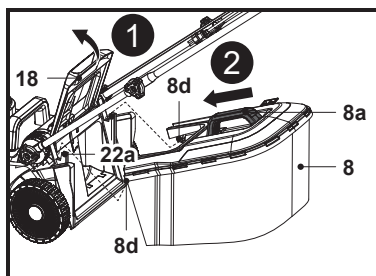

Fig. 7
4. Deschide deflectorul spate (18) și ține-l în poziție (fig. 7, pasul 1).
5. Transportă colectorul de iarbă (8) ținându-l de mânerul de transport (8a).
6. Aliniaza cele două cârlige (8d) ale colectorului cu fantele (22a) și prinde colectorul de iarbă (8) (fig. 7, pasul 2).
7. Apoi eliberează cu grijă deflectorul spate (18).